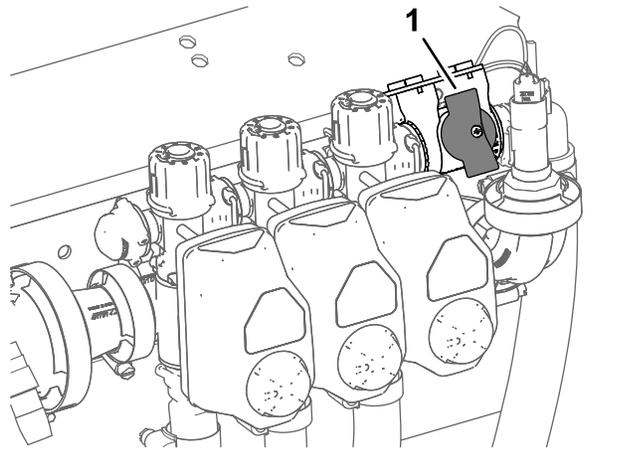

Figura 40
4. Para máquinas operadas no modo de taxa de aplicação, certifique-se de que o botão para a válvula de corte da distribuição da secção está na posição fechada (Figura 40).
5. Para máquinas operadas no modo de taxa de aplicação, certifique-se de a válvula de corte da distribuição da secção está na posição fechada (Figura 40).